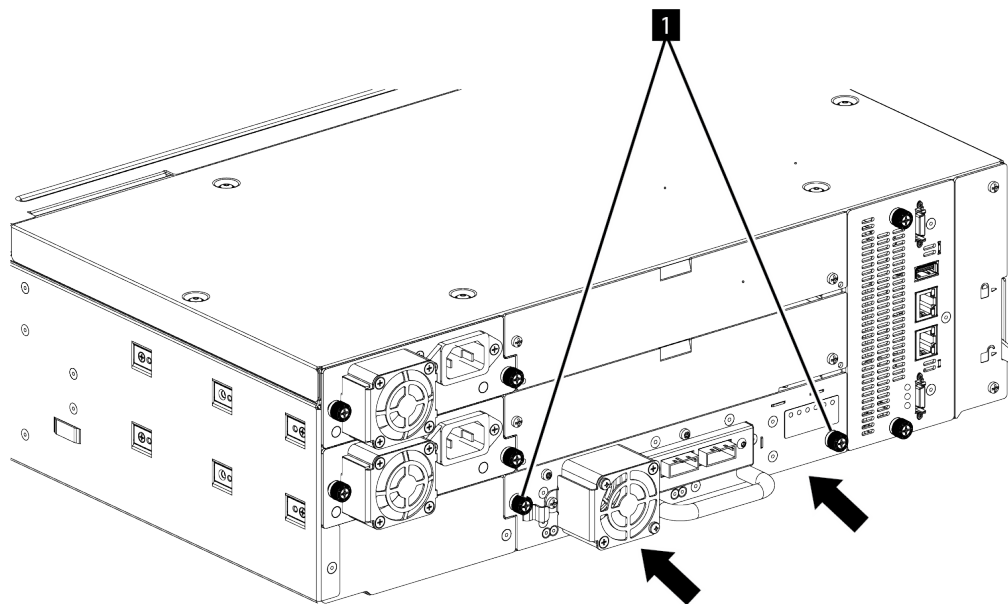

Figura 61. Instalación de una unidad de cintas
3. Apriete los tornillos de mariposa (1 en Figura 61 en la página 153) con los dedos hasta que la unidad de cintas sea segura.